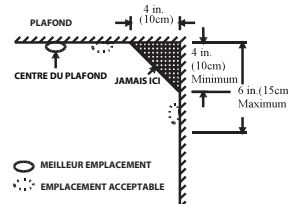

Figure 4 :
- Installer les détecteurs aussi proches que possible du centre du plafond. Si ce n'est pas pratique, installer l'alarme au plafond, à pas moins de 10 cm des murs ou des coins, tel qu'illustré à la figure 4.
- S'il n'est pas possible de monter le détecteur au plafond, et la législation locale autorise le montage mural, installer les détecteurs muraux à une distance d'entre 10 et 15 cm du plafond. Voir aussi la figure 4.
- Des zones d'air stagnant se trouvent généralement en haut de toit en pointe ou dans les coins entre les murs et le plafond. Un air stagnant peut empêcher la fumée d'atteindre l'alarme. Voir les figures 4 et 5 pour les emplacements d'installation recommandés.